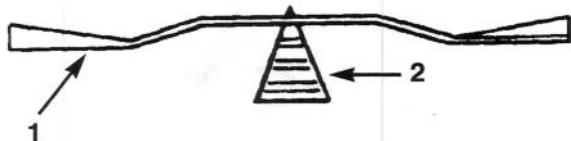

Fig. 38
- Verificate il bilanciamento della lama appoggian-dola su un supporto conico (Fig. 38). Se la lama rimane in posizione orizzontale, è bilanciata e può essere utilizzata; se non è bilanciata, limitate del metallo dal retro. Ripetete fin quando la lama è bilanciata.